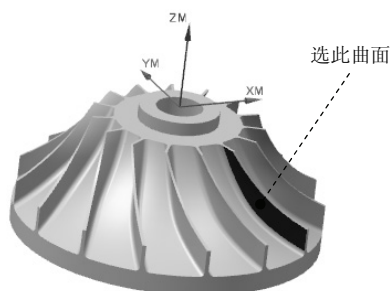
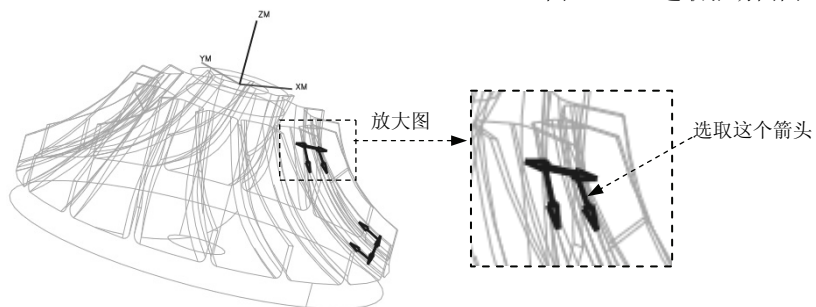

图 5.5.19 选取驱动曲面
图 5.5.20 选取切削方向
(3) 在驱动方法区域中单击按钮，系统弹出“曲面区域驱动方法”对话框；单击按钮，系统弹出“驱动几何体”对话框，在列表区域中单击“移除”按钮，然后在图形区选取图 5.5.19 所示的曲面，单击确定按钮，系统返回到“曲面区域驱动方法”对话框；单击“切削方向”按钮，在图形区选取如图 5.5.20 所示的箭头方向，单击确定按钮。
(4) 在“可变轮廓铣”对话框的刀轴区域单击“点对话框”按钮，系统弹出“点”对话框，然后在 XC、YC、ZC 文本框中分别输入值 10.0、-120.0、80.0，其他参数采用系统默认参数设置值，单击确定按钮，系统返回到“可变轮廓铣”对话框。